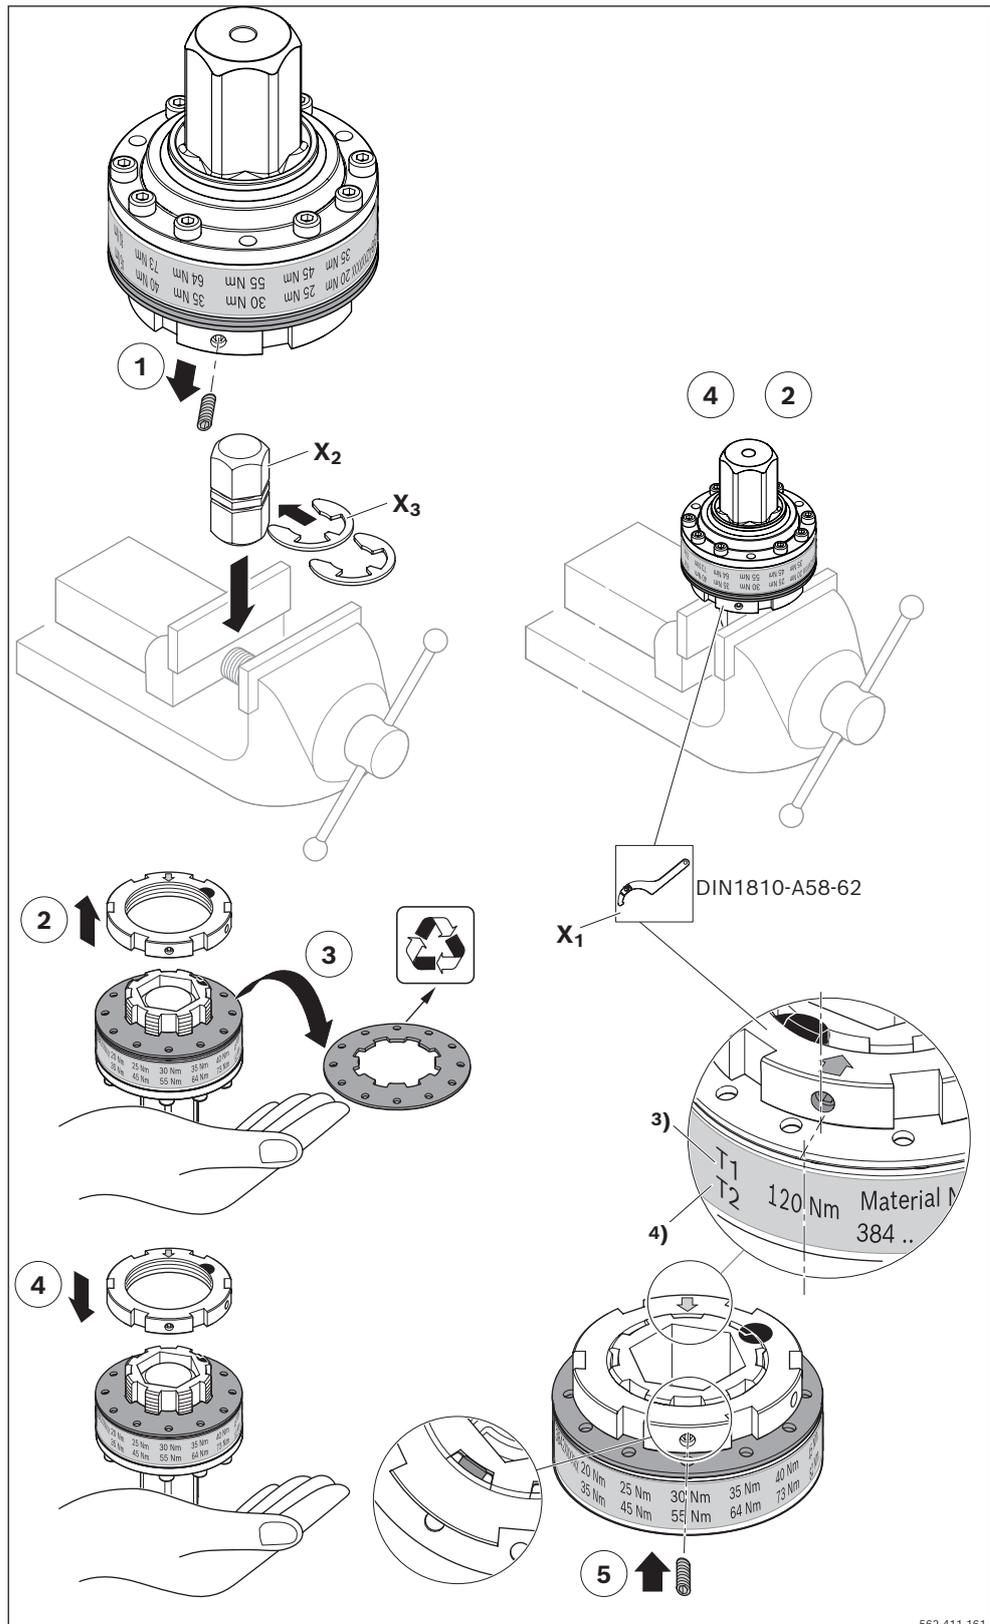

图 181: 改装安全联轴器
- ▶ 注意电机铭牌上的电气连接值（见图 181，第 190 页）。